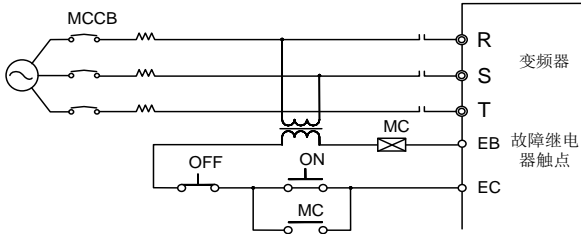

图 3-5 接入输入断路器
- MCCB 与多台变频器或其他设备共用时，请按图 3-5 所示，将变频器故障输出继电器触点串入电源接触器线圈，故障信号可断开电源。